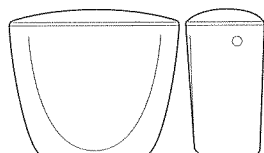

Рис.7
- бачок смывной кнопочный или с верхним пуском с боковой подводкой высокой (рис. 7).